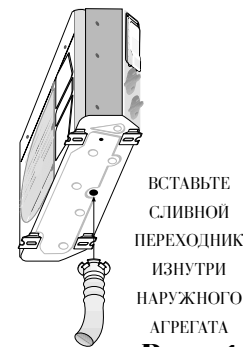

Рис. 1
- При работе в режиме обогрева в конденсаторе может образоваться вода. К агрегату можно подсоединить сливной шланг. Воспользуйтесь переходником, показанным на рис. 1.